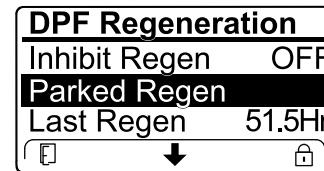

Figure 52
- Si le calculateur moteur demande une régénération d'urgence ou est en train d'en exécuter une, et que vous naviguez jusqu'à l'option PARKED REGEN (régén. en stationnement), la régénération en stationnement se bloque et l'icône de blocage (Figure 52) apparaît en bas à droite de l'InfoCenter.